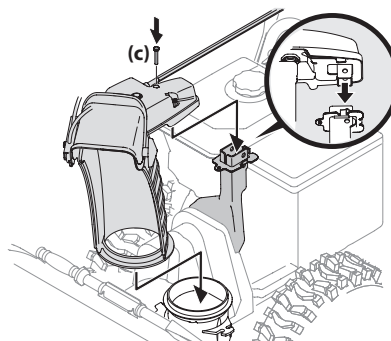

Figura 2-29
3. Coloque el canal sobre la base del canal y asegúrese de que la varilla de control del canal se encuentre debajo del panel de la manija. Coloque el tornillo hexagonal (c) que extrajo en el Paso 1 pero no lo sujete con la tuerca de mariposa en este momento. Consulte Figura 2-29.